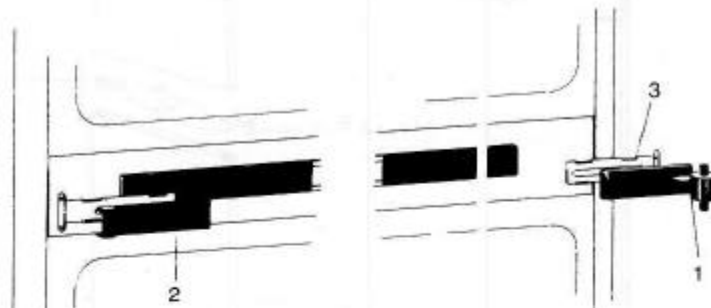

Fig. 9
- Fig. 9 Fixar o passador 1 à porta do móvel à altura desejada e a 20 mm aproximadamente da extremidade da porta.